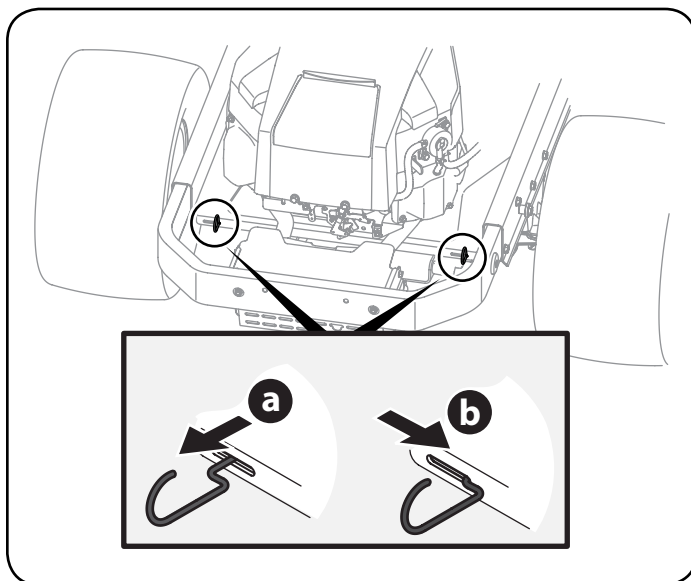

Figura 1
4. Enganche las varillas de derivación de la transmisión que se encuentran a cada lado del tractor cortacésped; luego haga rodar dicho tractor con cuidado fuera del pálet de embarque. Las varillas de derivación de la transmisión (una para cada transmisión, lado derecho y lado izquierdo) están ubicadas en la parte trasera del tractor cortacésped, justo dentro de cada rueda trasera. Enganche las varillas de derivación tirando de cada una hacia afuera hacia la derecha y luego dejando que regresen para trabarlas en su lugar. Vea la Figura 1.
5. Desenganche las varillas de derivación después de hacer rodar el tractor cortacésped fuera del pálet. Vea la Figura 1.